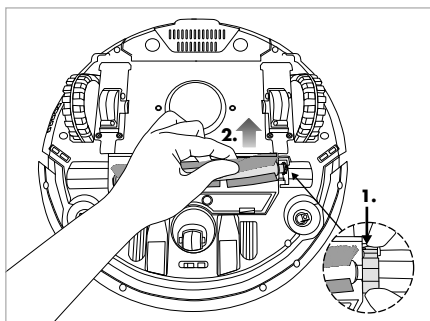
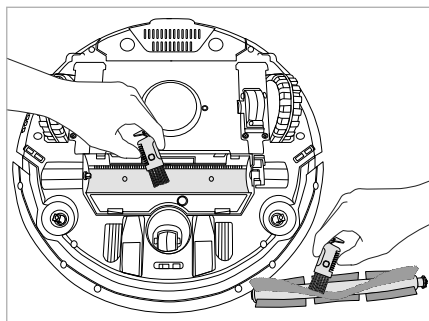

Fig. 16
Fig. 17
- 2) Retirez le verrouillage du rouleau brosse 22. Saisissez le rouleau brosse 31 par le côté droit et sortez-le de l'appareil (voir fig. 16). Retirez les cheveux et la saleté avec la brosse à nettoyage 11. Si besoin, nettoyez aussi le compartiment du rouleau brosse (voir fig. 17).